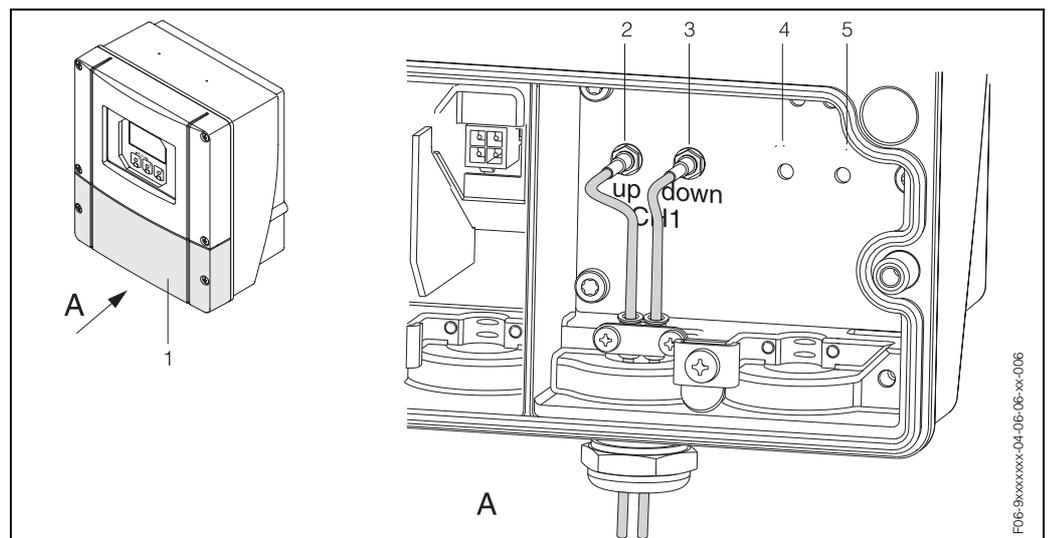

Fig. 33: Conexión del sistema de medida
1. Transmisor: Afloje los tornillos y retire la tapa (elemento 3, Fig. 33) del compartimento de conexiones.
3. Desmonte la entrada de cable especial que se ha suministrado con los sensores. Pase los cables de conexión de los dos sensores por el orificio de la cubierta (6) del prensaestopas para introducirlos en el compartimento de conexiones.
4. Sitúe los manguitos de sujeción (9) de los cables de los dos sensores de forma que queden bien contiguos (detalle B). Inserte ahora los terminales de puesta a tierra (10) y atorníllelos para que queden bien fijos. De esta forma se asegura una puesta a tierra perfecta.
5. Extienda el separador de goma (7) por la abertura lateral mediante una herramienta apropiada (p. ej., un destornillador largo) a fin de sujetar los cables de los dos sensores en su sitio. Introduzca el separador de goma en el prensaestopas (8). Cierre ahora bien la cubierta del prensaestopas (6).
6. Enchufe los conectores (11) de los cables de los sensores tal como se ilustra en la Fig. 33.
7. Transmisor: Sujete la tapa (1) sobre el compartimento de conexiones.